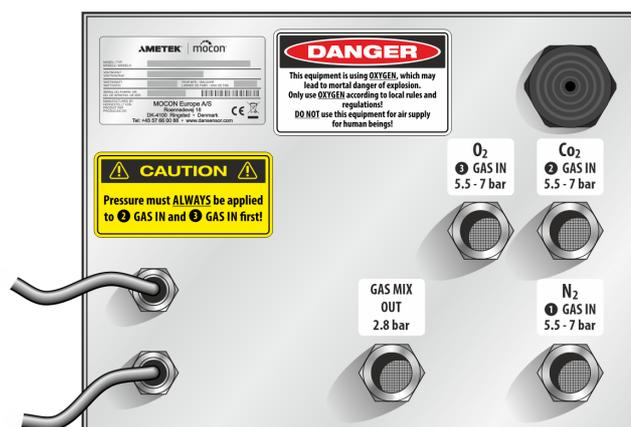

Fig. 3. Dansensor® MAP MIX 9001 ME, collegamenti
**PERICOLO:** Sul retro del mixer sono riportati i collegamenti dei gas ai singoli ingressi (vedere la Fig. 3).